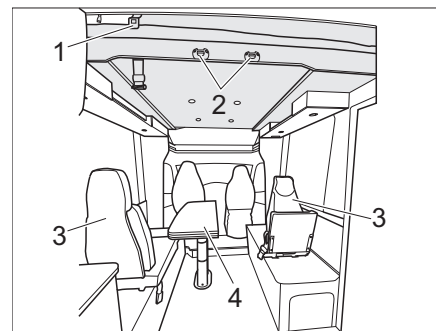

Bild 160 Elektrisk höjbar säng (variant 3)
- Man fäster stegen med båda byglarna på klämmorna (Bild 160,2) på den höjbara sängen.
- Flytta ner det sänkbara vikbord med två ben (Bild 160,4) (se kapitel 7.8.8).
- Ta bort och stuva undan två enkelsäten. (Bild 160,3).